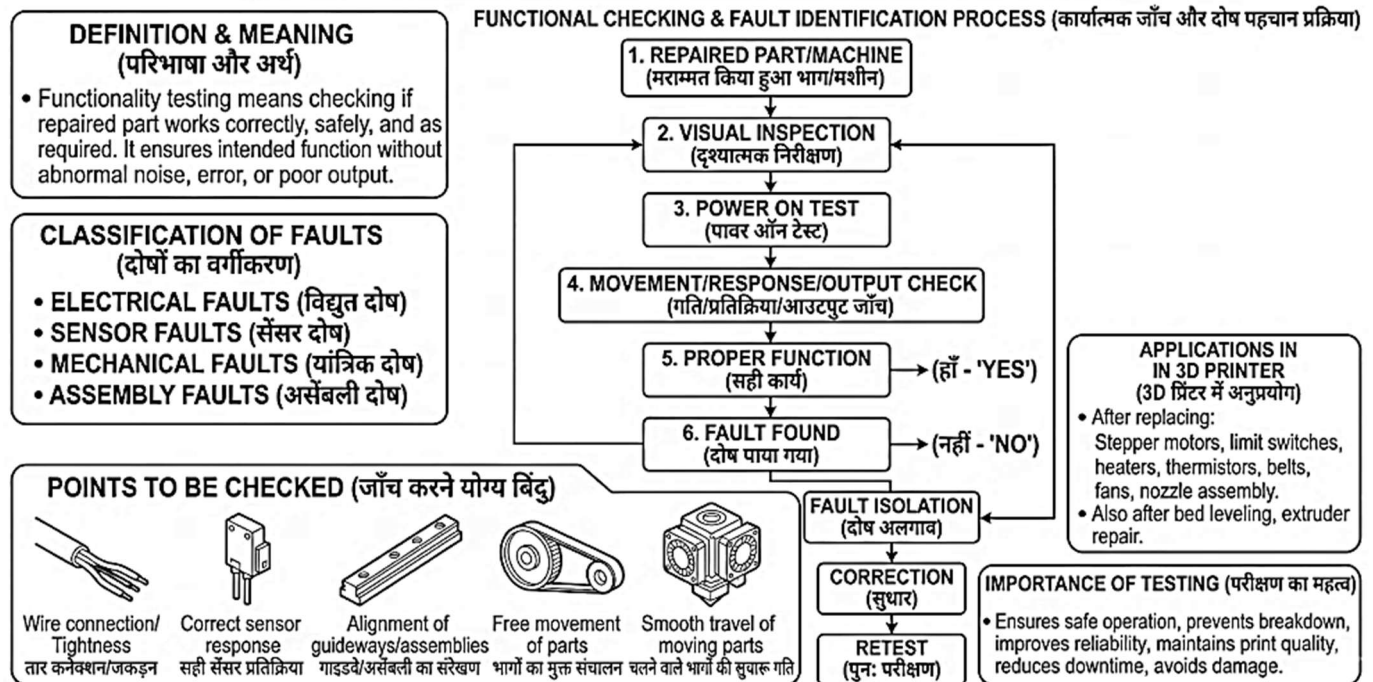

Fig. 16.9: 3D Printer Repair and Functional Testing Process | 3D प्रिंटर मरम्मत और कार्यात्मक परीक्षण प्रक्रिया
16.9.1 Definition and Meaning of Functionality Testing after Repair (Fig. 16.9)
16.9.1 मरम्मत के बाद कार्यात्मक परीक्षण की परिभाषा और अर्थ (Fig. 16.9)